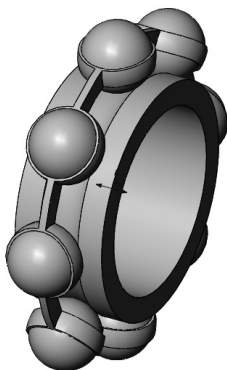

图 7-118 添加配合后的装配体
- [6] 单击【确定】按钮以关闭操控板，添加配合后的装配体如图 7-118 所示。